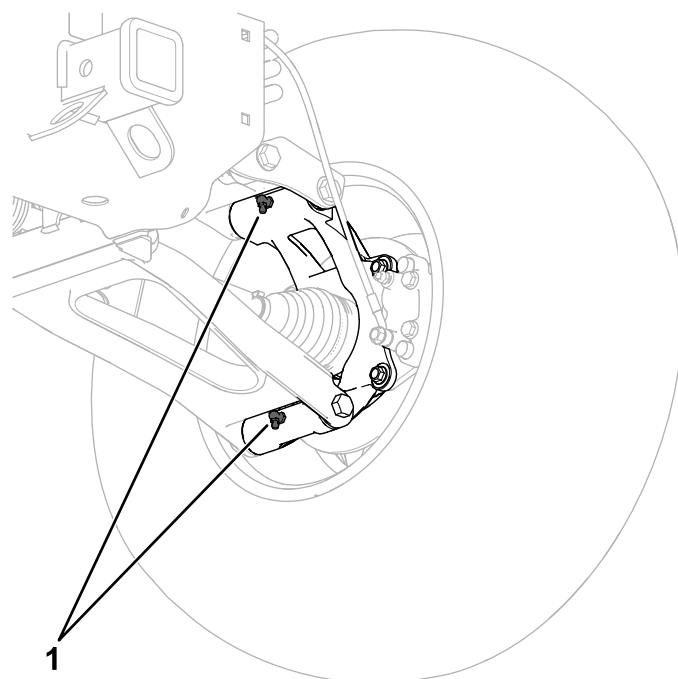

Figura 82
- **Perni dello snodo posteriore (4)**; fate riferimento alla Figura 82